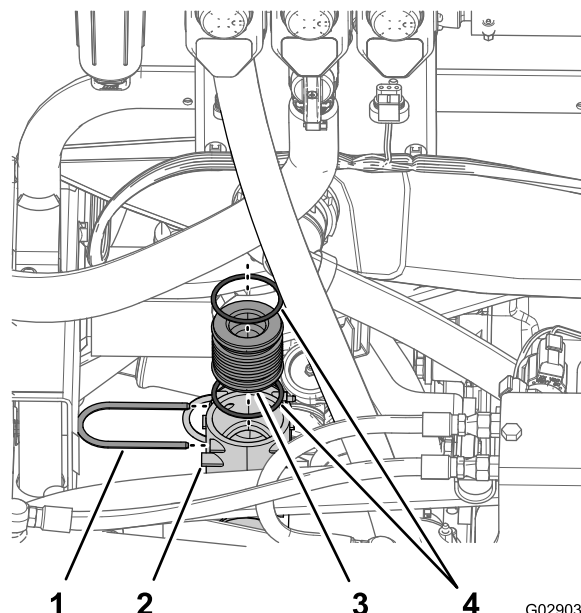

Figure 38
- Placez les 2 grands joints toriques dans les rainures à chaque bout du raccord à emboîtement (Figure 38)